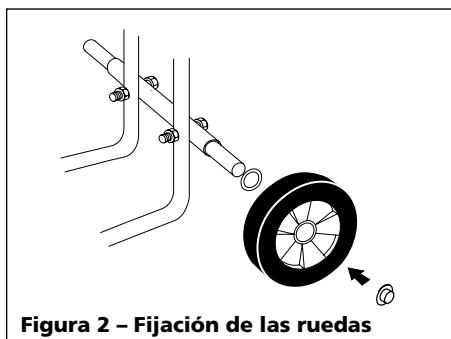

Figura 2 – Fijación de las ruedas
3. Deslice una arandela de 5/8 pulg. de diámetro interno y la rueda a cada extremo del eje. Usando un martillo, dé golpes a una tuerca compañera en cada extremo del eje para retener las ruedas (vea la Figura 2).